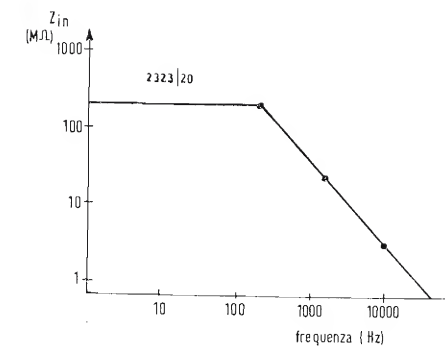

Fig. 3 - Variazione dell'impedenza di entrata dell'amplificatore di fig. 2 in funzione della frequenza.
c.c. ed è « bootstrappata » dal condensatore di 100 μF, il che ne moltiplica il valore apparente in c.a. per il fattore $1/(1 - V_s/V_e)$, ove V_s è la tensione di sorgente e V_e la tensione di entrata. Ciò consente di ottenere i valori alti di impedenza di entrata indicati con la curva di fig. 3. Si noti, tuttavia, che questa impedenza di entrata diminuisce rapidamente al di là di 100 Hz, poiché il guadagno circuitale del complesso diminuisce quando la frequenza aumenta, a motivo delle varie capacità parassite.